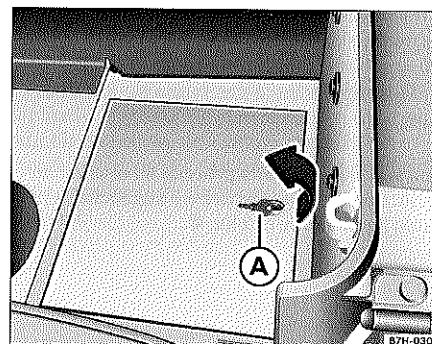

Fig. 2 En el armario: compartimento de seguridad con cierre
En el suelo del armario ropero, a la izquierda de la cocina, se encuentra un compartimento de seguridad con cierre. Dicho compartimento tiene dos llaves ⇒ fig. 2 (A). ◀